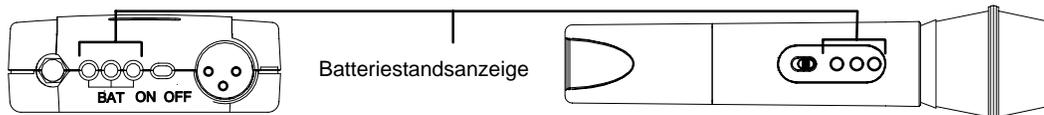

ABBILDUNG 9
2. Die Batteriestandsanzeige mit drei LEDs beobachten (Abb. 9). Überprüfen, ob eine LED aufleuchtet. Die verbleibende Batterielebensdauer wird durch die Farbe der aufleuchtenden LED angezeigt. Das ist in der folgenden Tabelle illustriert: